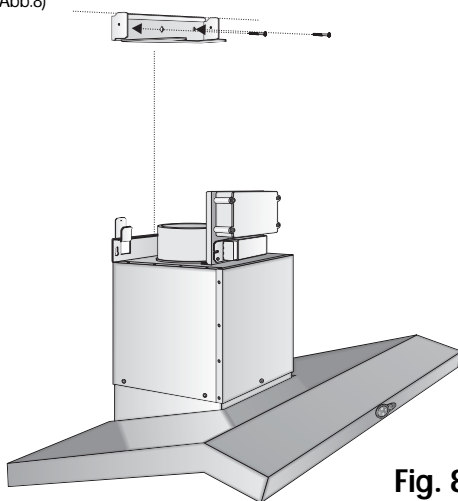

Fig. 8
- Den Befestigungsbügel/Winkel für den oberen Kanal in der gewünschten Höhe an der Wand befestigen, dazu die beiden mitgelieferten Schrauben M5x40 benutzen. (Abb.8)
- Fix the upper fireplace anchoring rod at the height desired, using the two supplied M5 x 40 screws. (Fig.8)
- Fixer l'étrier d'ancrage cheminée supérieure à paroi à la hauteur que l'on désire, en utilisant les deux vis fournies M5 x 40. (Fig.8)
- Fissare la staffa ancoraggio camino superiore a parete all'altezza desiderata, utilizzando le due viti in dotazione M5 x 40.(Fig.8)
- Fastgør beslaget til montering af den øverste skorsten til væggen i den ønskede højde ved hjælp af de to medfølgende skruer M5 x 40 (Fig.8)
- Maak de hechtbeugel van de bovenste schouw aan de wand vast op de gewenste hoogte, gebruik hiervoor de twee meegeleverde schroeven M5 x 40.(Fig.8)